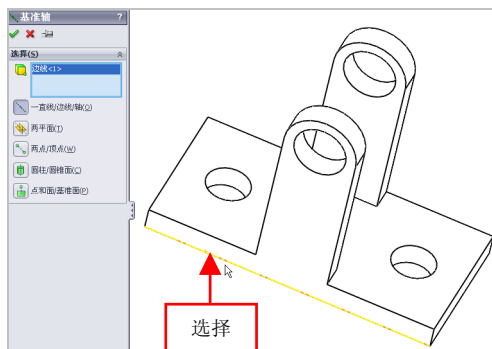

图 4-18 选择左下方直线
(3) 弹出【基准轴】属性管理器，在绘图区中，选择左下方的直线对象，如图4-18所示。